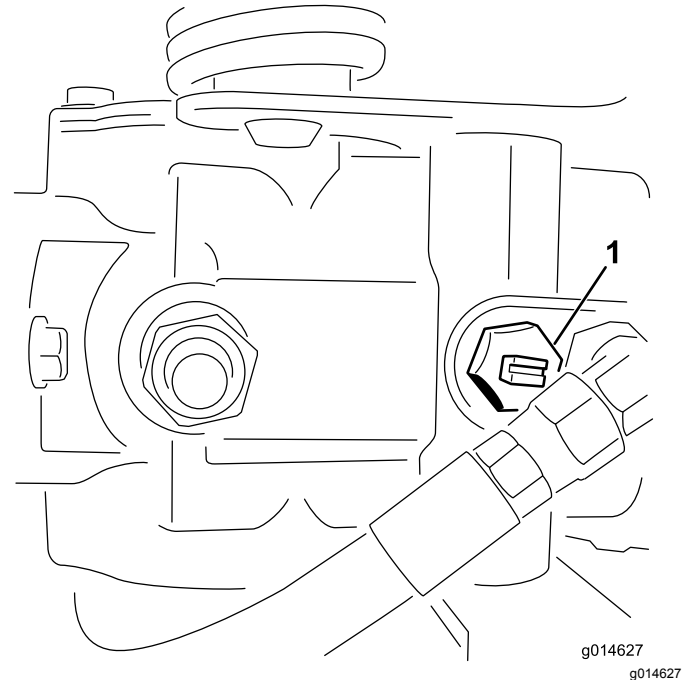

Bild 23
1. Ermitteln Sie das Sicherheitsventil an der Pumpe und drehen es so, dass der Schlitz vertikal ist (Bild 23).
2. Schließen Sie vor dem Starten des Motors das Sicherheitsventil. Drehen Sie den Schlitz des Ventils in die horizontale Stellung (Bild 23).